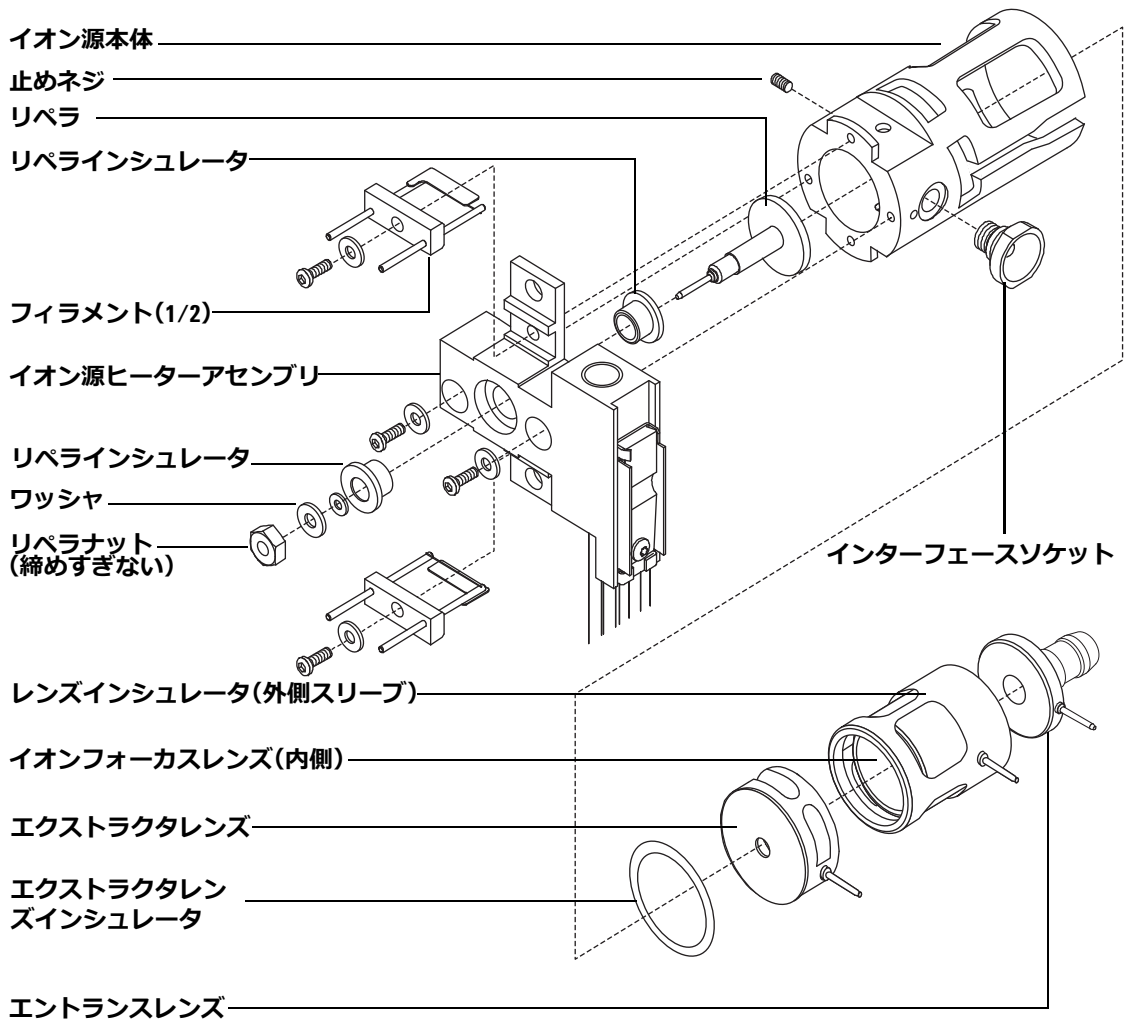

図 22 EI エクストラクタイオン源を分解する
- 3 2つのネジを外して、イオン源ヒーターアセンブリをイオン源本体から取り外します。イオン源ヒーターアセンブリは、イオン源ヒーター、リペラ、および関連部品からなります (図 22 を参照してください)。
- 4 リペラナット、ワッシャ、セラミックインシュレータ、およびリペラを取り外して、リペラアセンブリを分解します (図 22 を参照してください)。
- 7 レンズをイオン源本体の外に押し出し、レンズインシュレータ、イオンフォーカスレンズ、エクストラクタレンズ、エクストラクタレンズインシュレータ、およびエントランスレンズを分離します (図 22 を参照してください)。